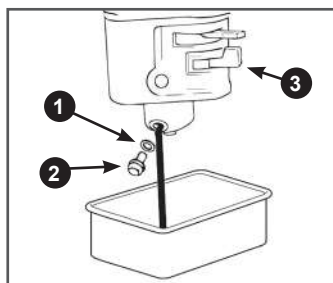

Рис. 37. Обслуживание карбюратора
1. Установите под карбюратор подходящую емкость (Рис. 37).
2. Установите рычаг топливного крана 3 в положение «ЗАКРЫТО» (Рис. 37).
3. Открутите болт 2 сливного отверстия и слейте топливо из поплавковой камеры карбюратора в приготовленную для этого ёмкость (Рис. 37).